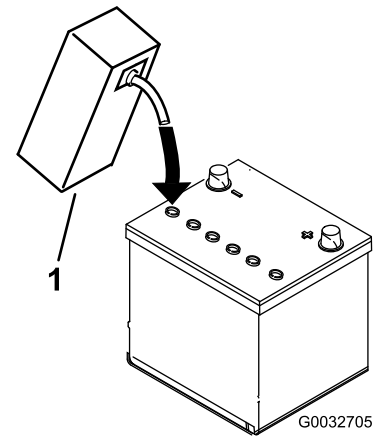

Figure 8
- Versez de l'électrolyte avec précaution dans chaque élément jusqu'à ce que les plaques soient recouvertes d'environ 6 mm de liquide (Figure 8).
- Attendez environ 20 à 30 minutes pour donner le temps aux plaques de s'imprégner d'électrolyte. Faites l'appoint au besoin pour faire monter le niveau de liquide à environ 6 mm en dessous du creux de remplissage (Figure 8).